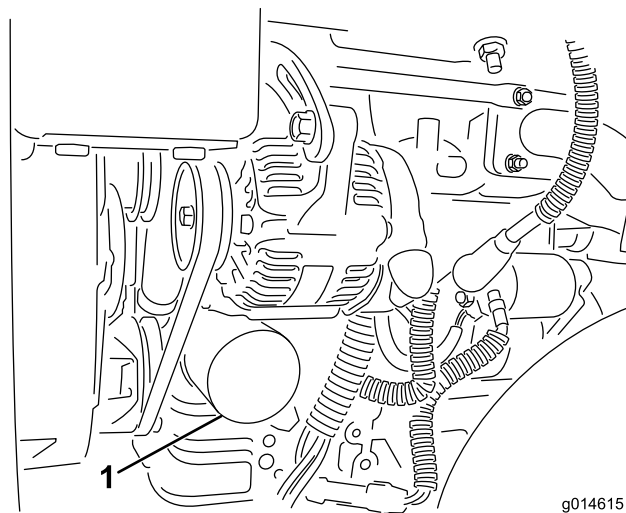

Figura 48
2. Retire o filtro do óleo (Figura 48). Aplique uma leve camada de óleo limpo na gaxeta do novo filtro.